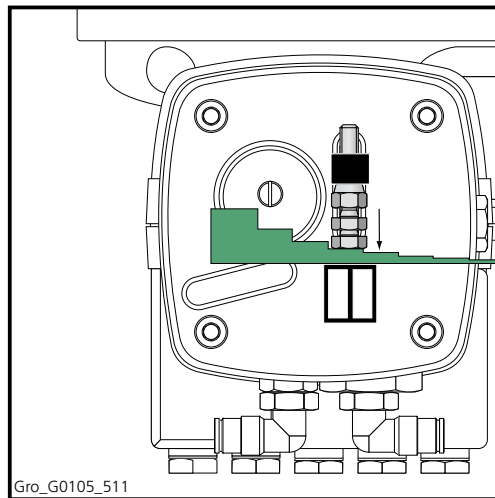

Abbildung 5.12 Einstellung der gewünschten Anzahl Bremsimpulse
4. Stellen Sie die gewünschte Anzahl Bremsimpulse mit Hilfe der Lehre und zwei 10-mm-Gabelschlüsseln ein (Abbildung 5.12).